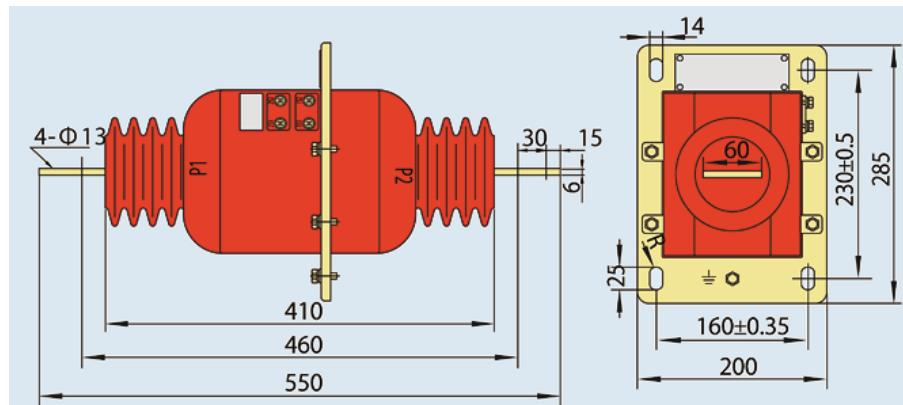

Рис. 6.1 Внешний вид и размеры трансформатора тока LAZBJ-10
6. Внешний вид и размеры (см. рис. 6.1)